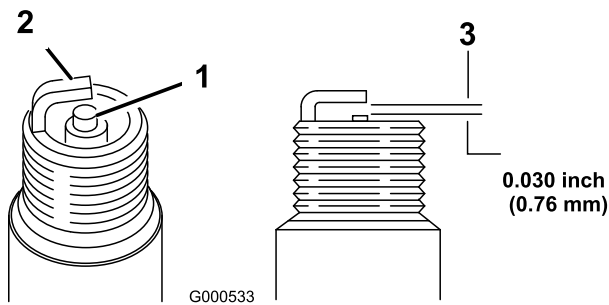

Figura 31
1. Mire la parte central de la(s) bujía(s) (Figura 31). Si se observa un color gris o marrón claro en el aislante, el motor está funcionando correctamente. Si el aislante aparece de color negro, significa que el limpiador de aire está sucio.
2. Compruebe la separación entre los electrodos central y lateral (Figura 31). Si la distancia no es correcta, doble el electrodo lateral (Figura 31).